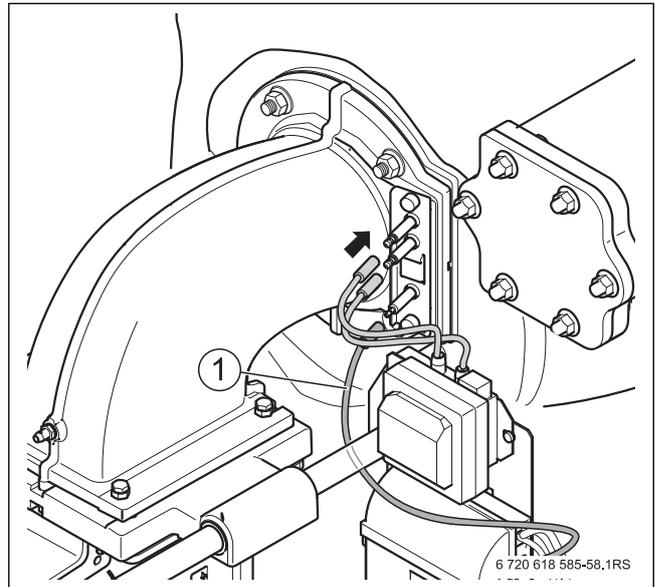

Рис. 63 Штекерные соединения на блоке электродов
- ▶ Подключите все электрические провода к газовой арматуре, вентилятору и блоку электродов. При этом проложите ионизационный кабель [1] как показано на рис. 63 (под направляющей штангой).